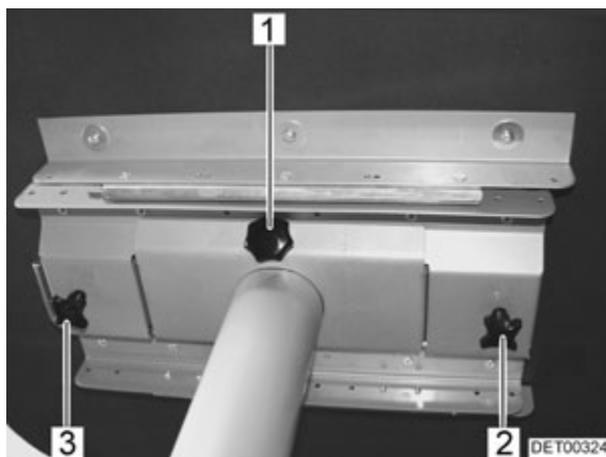

Fig. 65 Table fixe
- Dévisser les vis de fixation (Fig. 65,2 et 3).
- Dévisser la vis de fixation (Fig. 65,1).